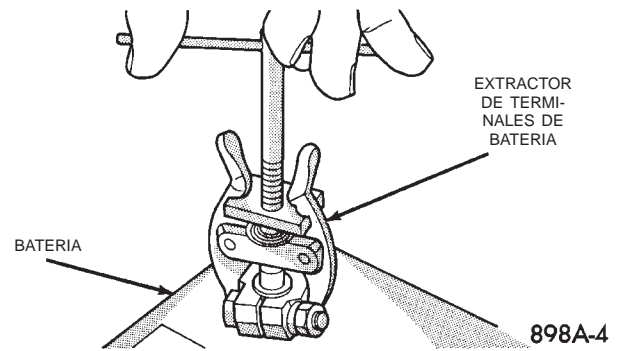

Fig. 15 Desmontaje de abrazadera de terminal de cable de la batería—característico
(1) Coloque el interruptor de encendido en posición OFF. Asegúrese de que todos los accesorios eléctricos estén apagados.
(2) Afloje las tuercas de las abrazaderas de los terminales de los cables de la batería y retire los dos cables de la batería, comenzando por el negativo. Si fuese necesario, emplee un extractor para quitar las abrazaderas de los terminales de los bornes de la batería (Fig. 15).